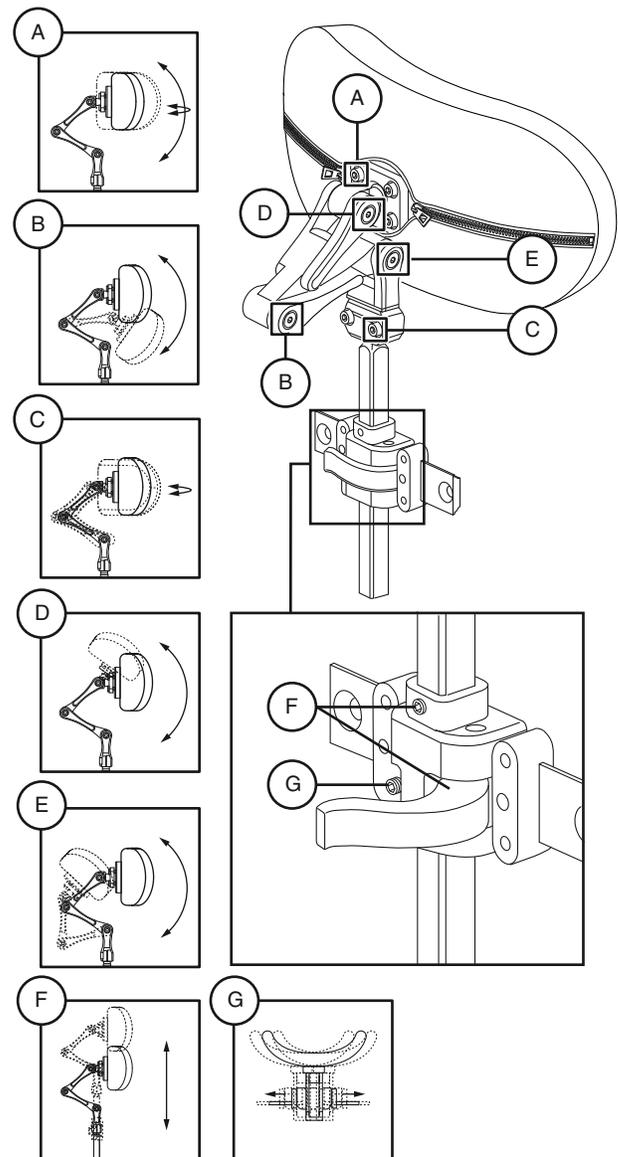

Figure 26. Composants de réglage de l'appui-tête
1. Desserrer les vis de réglage qui correspondent aux réglages souhaités. Voir la figure 26.